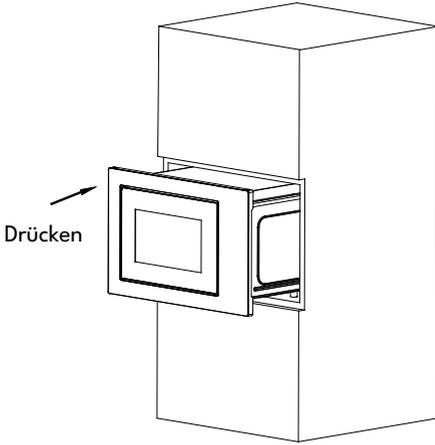

Abb.1
a) Stellen Sie den Mikrowellenherd in den Einbauschränk und schieben Sie ihn ganz hinein. (Abb.1)